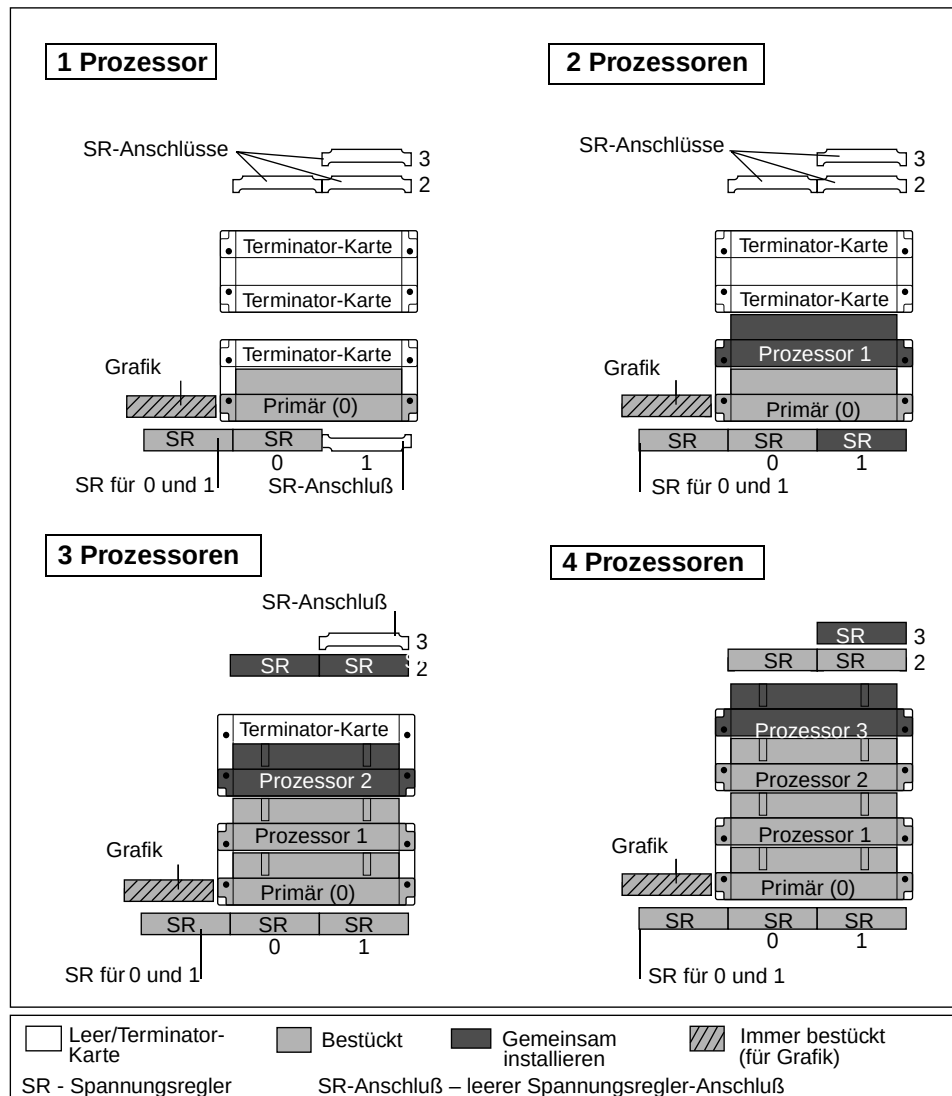
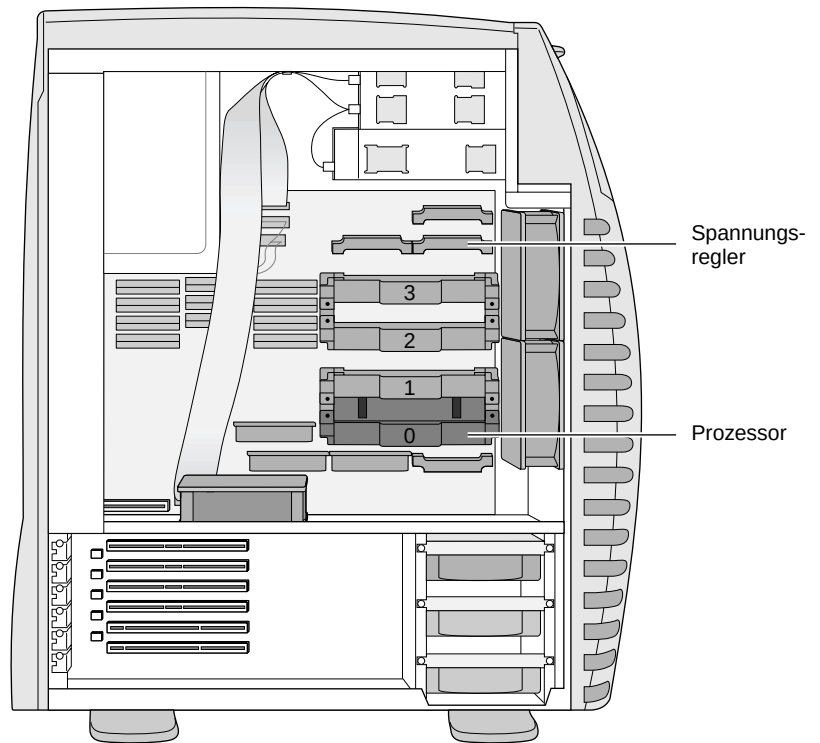

Abbildung 6-1 Kombinationen für Prozessoren und Spannungsregler
Abbildung 6-2 Lage der Prozessoren und Spannungsregler
Abbildung 6-1 zeigt die Lage der Prozessoren und Spannungsregler und deren räumliche Anordnung.
6. Bestimmen Sie den Prozessor, die Terminator-Karte und die Spannungsregler, die installiert oder ersetzt werden sollen. (Abbildung 6-2) Informationen über die Kombination von Spannungsregler und Prozessor finden Sie in Abbildung 6-1.
1. Suchen Sie die entsprechenden Steckplätze für die Spannungsregler. Anhand von Abbildung 6-1 können Sie bestimmen, welche Steckplätze mit den Spannungsreglern bestückt werden müssen.
10. Entfernen Sie den oder die mit dem Prozessor verbundenen Spannungsregler. Anhand von Abbildung 6-1 können Sie herausfinden, welche Spannungsregler welchen Prozessoren zugeordnet sind.